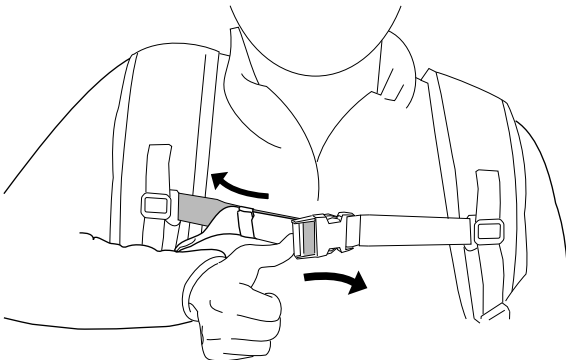

Bild 15
8. Wenn der Brustgurt zu eng sitzt, drücken Sie seitlich auf den Versteller, um die Gurte zu verlängern (Bild 15).